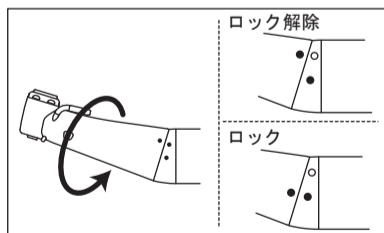

図12
- 3) ヘッドの●印とシャフトの○印(ロック解除)を合わせて突き当たるまで挿入します。(図12)
- 4) ヘッドを●印(ロック)方向へカチッとした感覚がする(●印が合う)まで回します。(図12)
・モータにハンドピースを取り付ける際、ハンドピースの●印が合っていることを確認してください(図12)。印がずれた位置でモータにハンドピースを取り付けると、ハンドピースとモータが確実に取り付けられない、または、ヘッドが緩み外れる恐れがあります。
- 1) ヘッドとシャフトの●印が合い、ロックされていることを確認します。(図12)